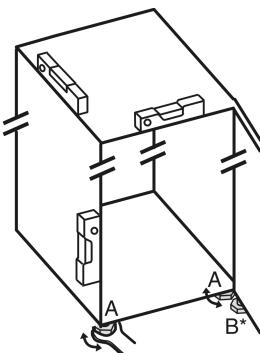

Fig. 4
- Skru ut de justerbare føttene Fig. 4 (A) ved hjelp av den medfølgende fastnøkkelen og et vater til apparatet er godt justert og i vater.
- Skru ut den justerbare foten Fig. 4 (B) på lagerbukken ved hjelp av den medfølgende fastnøkkelen til den hviler på gulvet.
- Skru den justerbare foten Fig. 4 (B) ytterligere 90°.